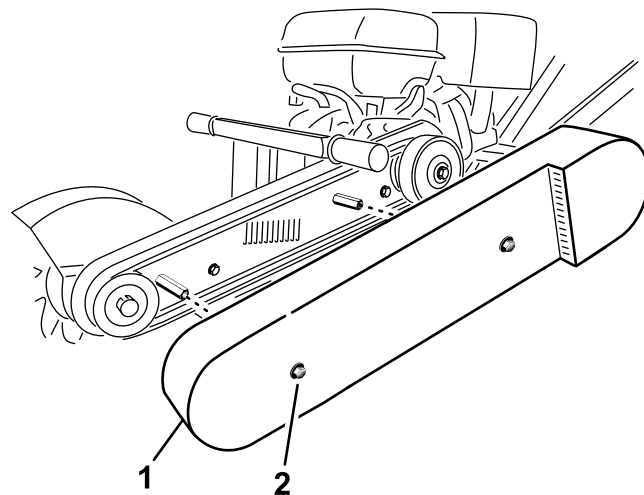

Figura 24
3. Allentate i 2 bulloni che fissano il copricinghia alla macchina, fino a quando non riuscite a rimuovere il copricinghia (Figura 24).
2. Bullone e rondella (2)
4. Togliete la protezione della cinghia (Figura 24).
10. Installate il copricinghia e serrate i bulloni (Figura 24).